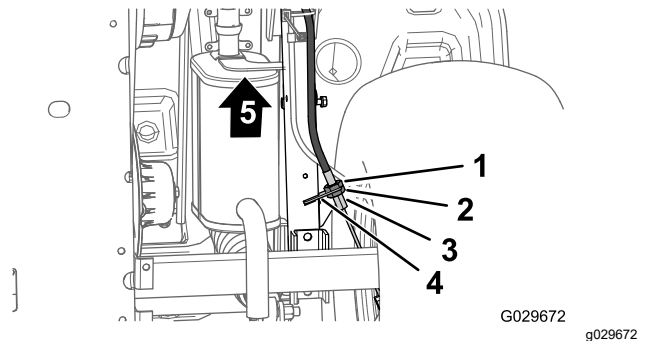

Figura 57
3. En la parte inferior de la máquina, afloje 4 vueltas la contratuerca trasera del ajustador roscado del cable del freno de estacionamiento (Figura 57).
4. Apriete la contratuerca delantera (Figura 57).
- A. Afloje 1 vuelta la contratuerca delantera (Figura 57) del ajustador roscado del cable del freno de estacionamiento.
- B. Apriete la contratuerca trasera (Figura 57).
- A. Afloje 1 vuelta la contratuerca trasera (Figura 57) del ajustador roscado del cable del freno de estacionamiento.
- B. Apriete la contratuerca delantera (Figura 57).